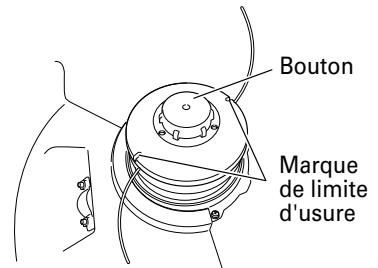

Fig. 17
- Vérifiez si le boîtier et le bouton sont usés. Si la marque de limite d'usure sur le boîtier n'est plus visible ou qu'il y a un trou au bas du bouton, changez immédiatement les nouvelles pièces. (Fig. 17)